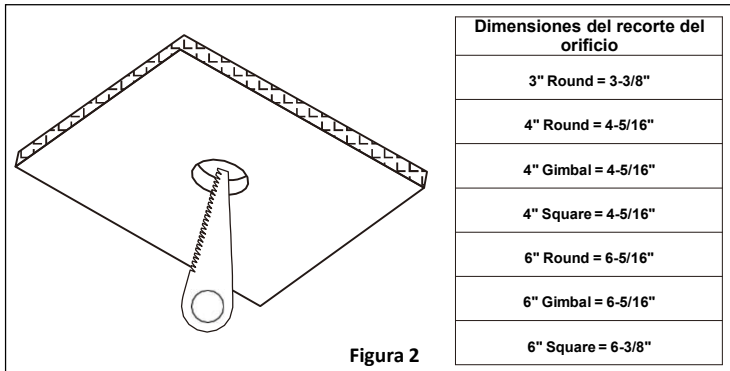

Figura 2
- Coloque la plantilla de tamaño de recorte incluida sobre la ubicación deseada y trace el agujero en el techo con un bolígrafo o lápiz (no incluido). **Ver Figura 2.**